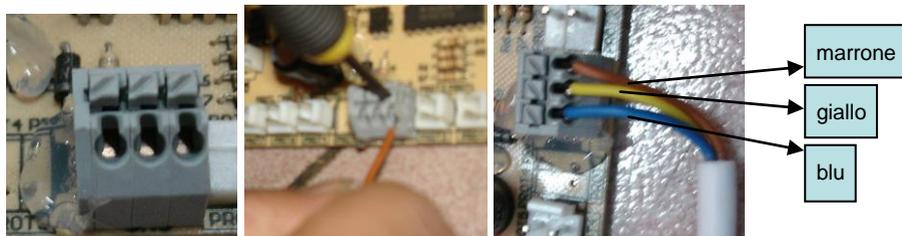

Fig. 3
3) Infilare il cavo LED del controllo nel foro passacavi, Fig.3.